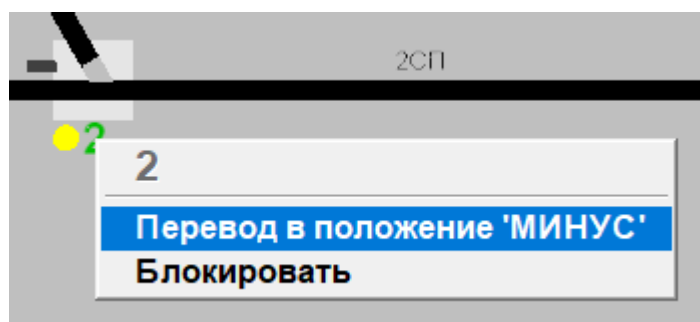

Рисунок 2.3.1
2.3.5 Меню всех объектов управления построены по общему принципу (рисунок 2.3.1).